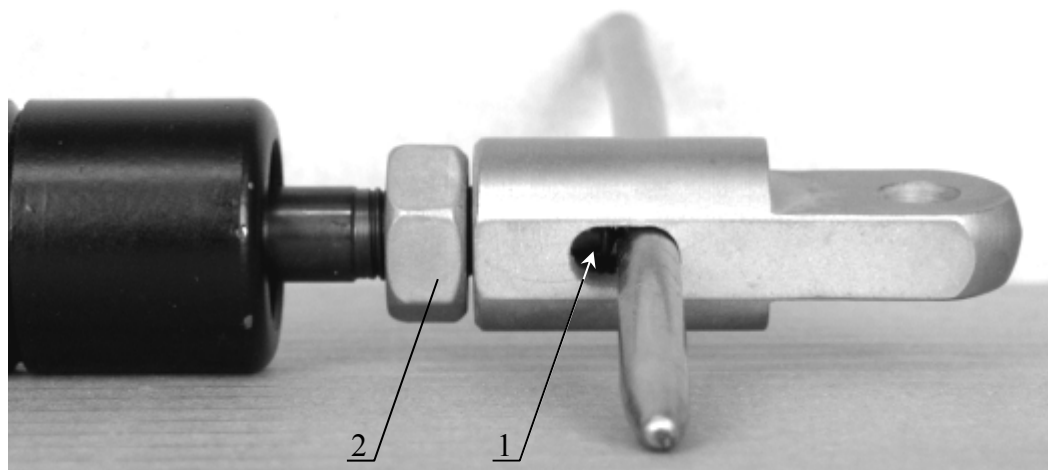

Рисунок 16. Регулировка газовых пружин.
- 12.4.2 Вставьте пруток $\varnothing 5$ в паз пружины (Рисунок 16) и вверните головку до соприкосновения с фиксатором пружины 1, затяните гайку 2.